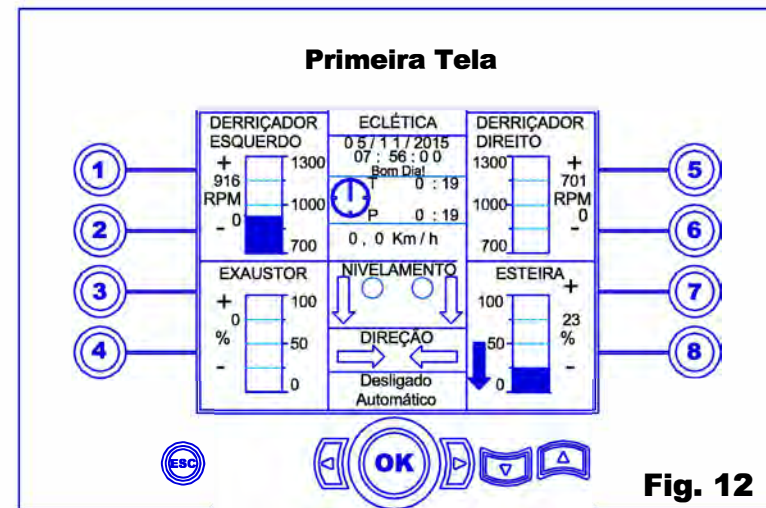

Fig. 12
**NOTA:** Para alternar do **modo automático** para o **modo manual** diminua a aceleração da máquina e aperte o botão "c" (Fig. 11). Para mudar a tela de funções, aperte a seta querda ou direita. (Fig. 12). Para ligar/desligar as configurações dos modos manual/automático, pressione a tecla "OK".
Tecla 1 - Aumenta a rotação (rpm) do Cilindro Derrçador Esquerdo em até 75% (Fig. 12)
Tecla 2 - Diminui a rotação (rpm) do Cilindro Derrçador Esquerdo (Fig.12)
Tecla 3 - Aumenta o fluxo do Exaustor de Pré-limpeza. (Fig. 12)
Tecla 4 - Diminui o fluxo do Exaustor de Pré-limpeza. (Fig. 12)
Tecla 5 - Aumenta a rotação (rpm) do Derrçador Direito (Fig. 12)
Tecla 6 - Diminui a rotação (rpm) do Derrçador Direito (Fig. 12)
Tecla 7 - Aumenta a velocidade de trabalho da Esteira (Fig. 12)
Tecla 8 - Diminui a velocidade de trabalho da Esteira (Fig. 12)